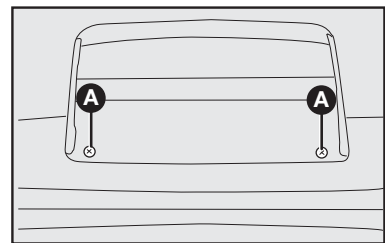

fig. 24
1) com a tampa traseira aberta, retirar os parafusos **A-fig. 24** e remover o brake light;